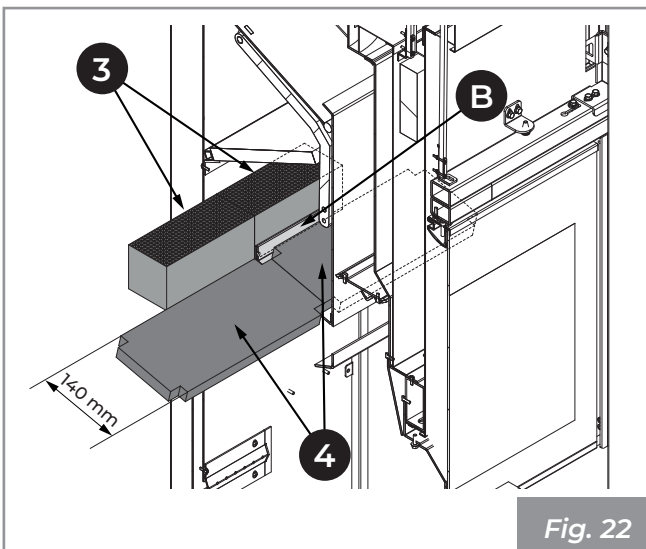

Fig. 22
- 5) Posizionare gli O2RING (3) inserendoli nell'apposito supporto (Fig. 22).